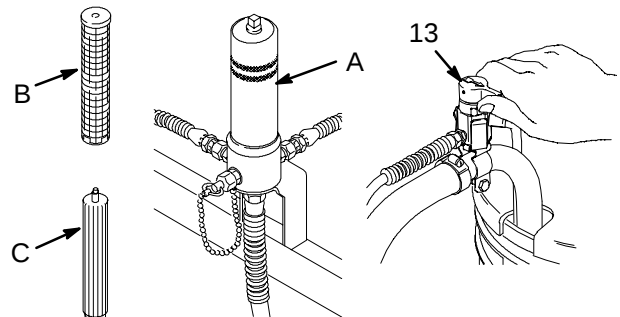

Fig. 8
2. Déposer le corps (A) et le tamis (B); voir manuel 307-273. Monter le corps et le support (C), sans le tamis pour le rincer. Nettoyer le tamis séparément. Voir Fig. 8.
3. Fermer le robinet de décompression (13).